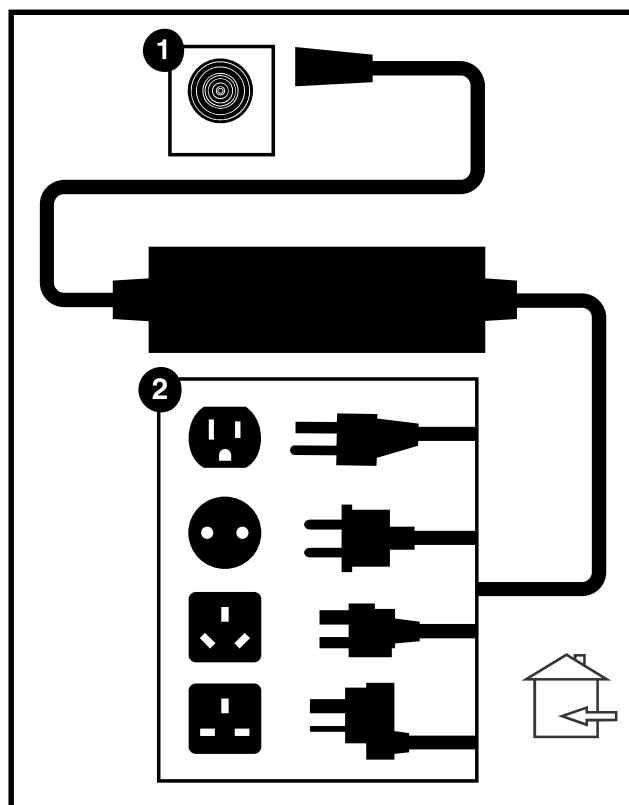

Figura 13. Caricatore batteria esterno
1. Rimuovere il sedile e la scocca posteriore. **Vedere figura 13.**